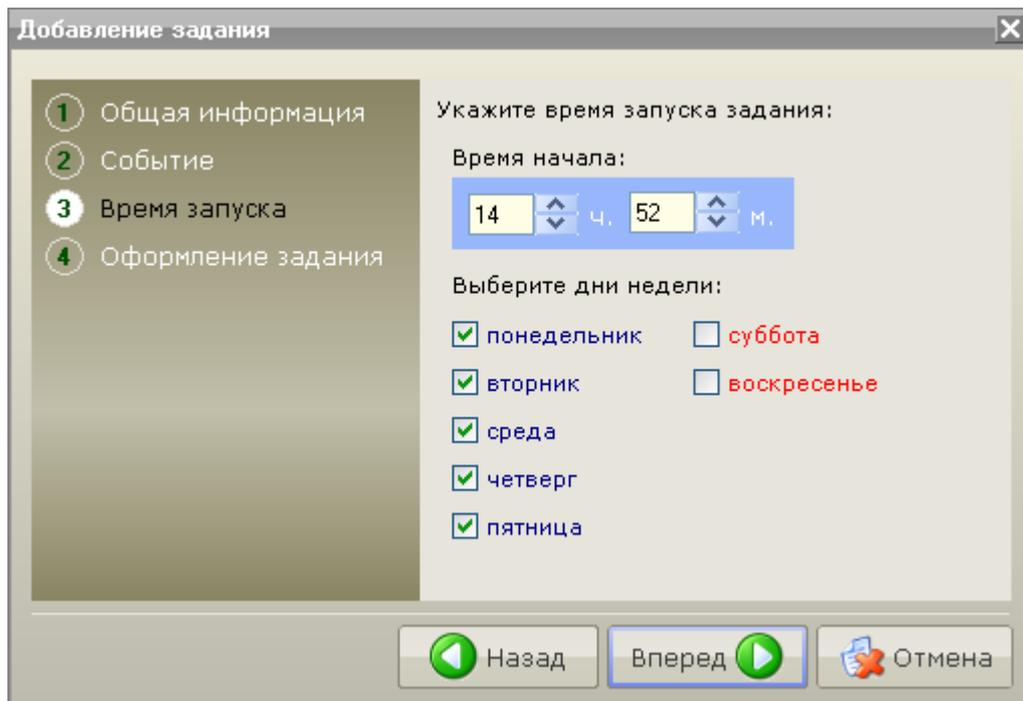

Рис. 4.15.8
- Ежедневно – задание будет выполняться в указанные дни недели и время (рис. 4.15.8):